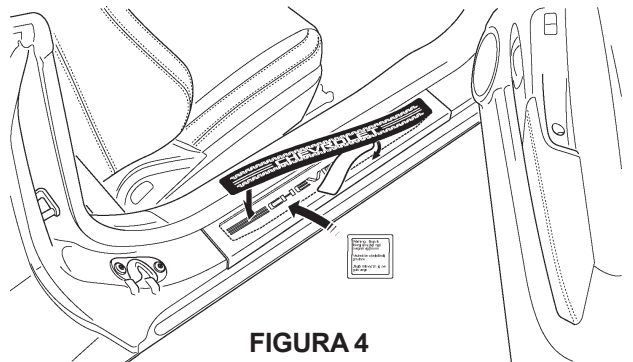

FIGURA 4
4. Centre la etiqueta del umbral en la cavidad y frote hacia abajo con un paño limpio. Consulte la figura 4